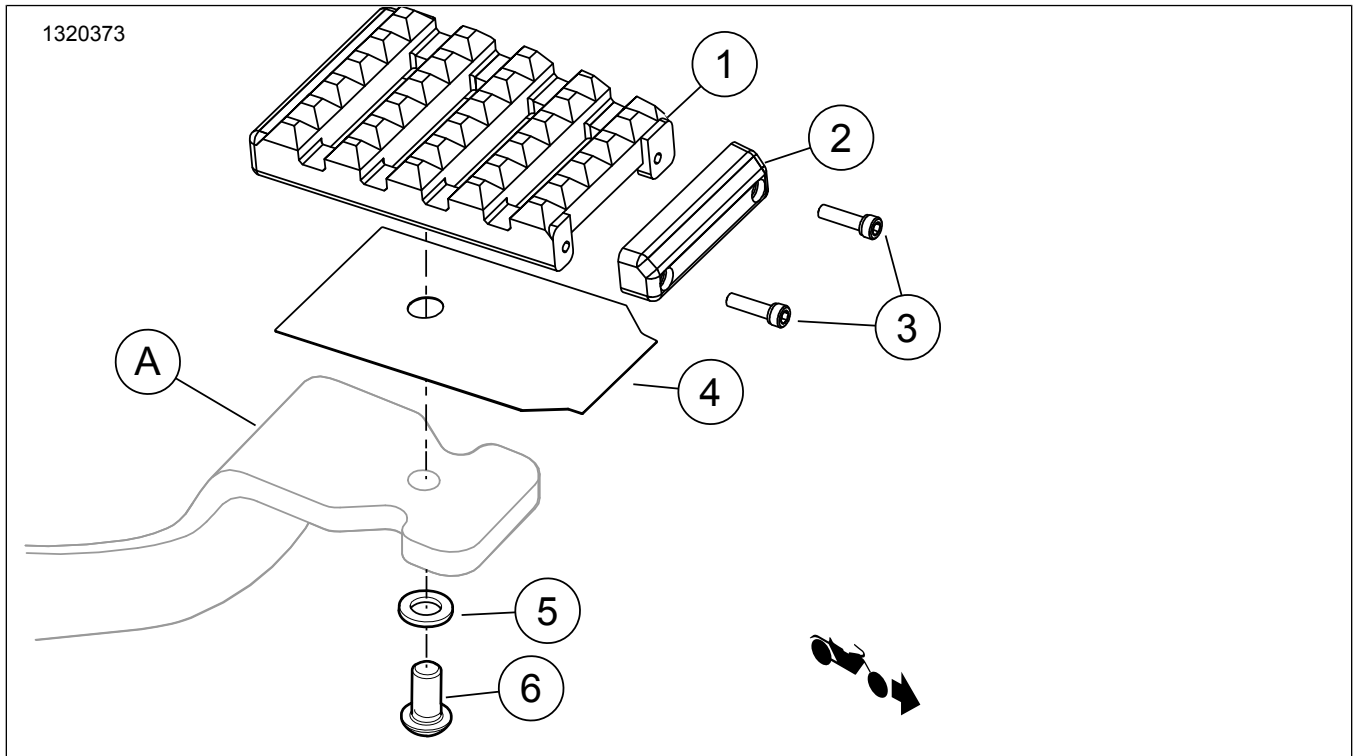

图1。套件内容：刹车踏板垫部件
1. 参见图1。将新的刹车踏板垫(1)和衬垫(4)对准并滑至脚刹车杆(A)端头上方。
1. 参见图1。拆下螺丝(3)。